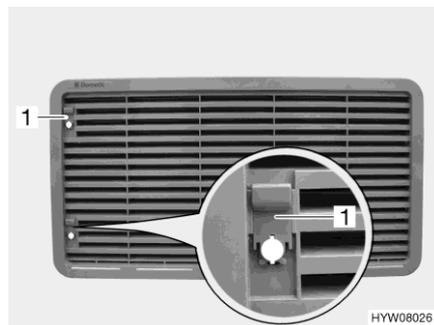
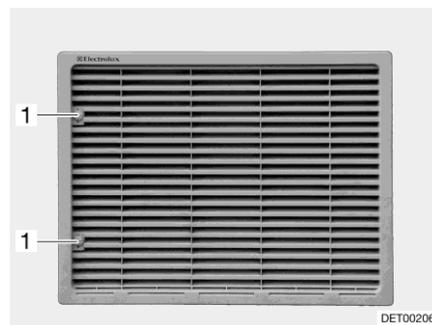

Fig. 174 Griglia di aerazione del frigorifero (con cursore)
Fig. 175 Griglia di aerazione del frigorifero (con vite)
- A seconda della versione: Spingere in alto il cursore (Fig. 174,1) o oppure con una moneta ruotare la vite (Fig. 175,1) di un quarto di giro.